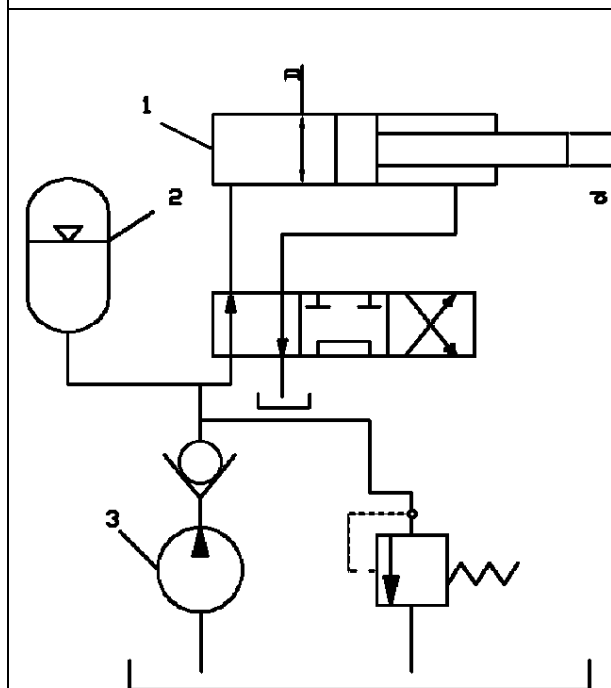

Рисунок 5
5. Когда в пневмоаккумуляторе 2 (рис. 5) газ занимает рабочий объем  $V_0 = 18$  дм3, давление масла в нем  $p_0 = 20$  МПа. Пренебрегая утечкой и падением давления масла в объемном гидроприводе, определить, какое давление  $p_n$  развивает насос 3 в конце зарядки пневмоаккумулятора 2, если его маневровый объем  $V_m = 3$  дм3. Принять показатель политропы  $n = 1,3$ .